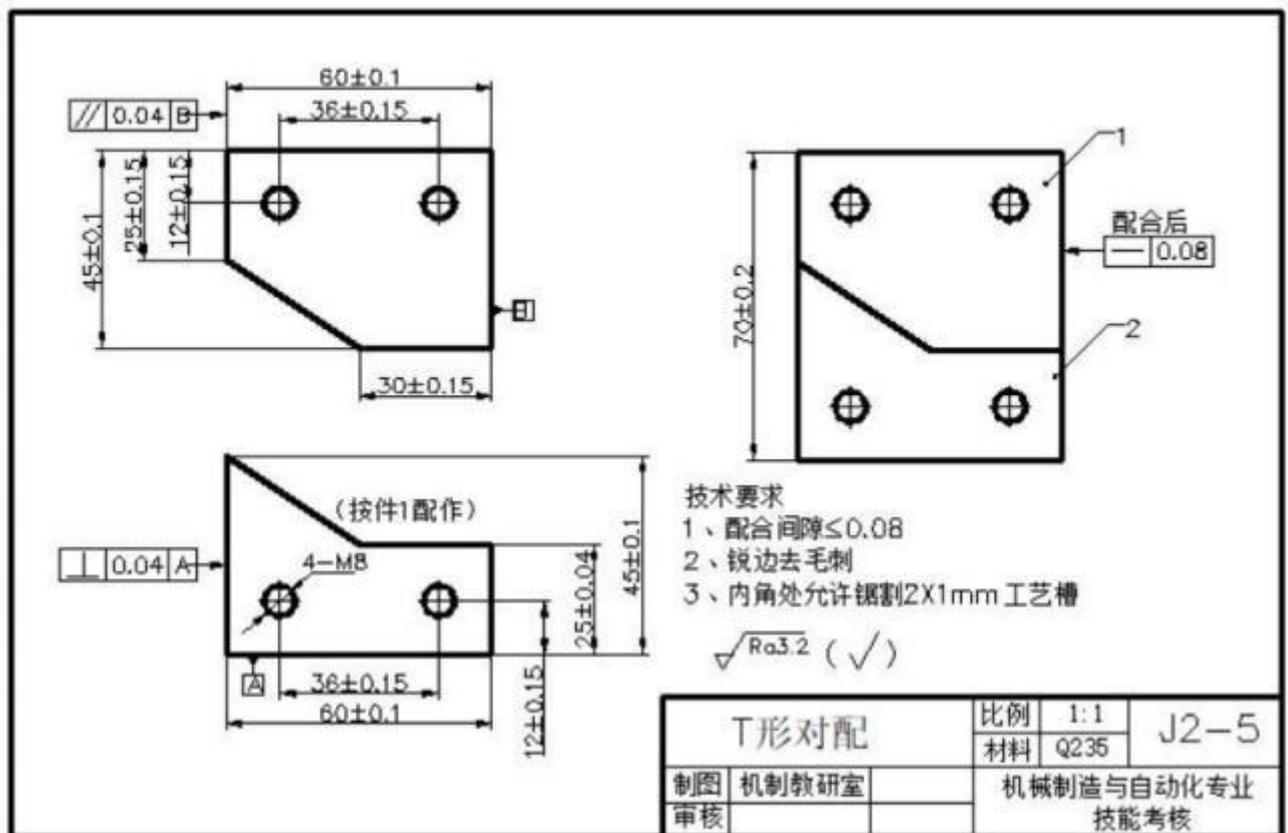

图 J2-5-1 T 型对配
- 3) 根据零件图 J2-5-1 的要求完成凸、凹零件的加工与配锉加工。去毛刺，倒棱角 C0.3, 配合面不允许倒角，不准使用专用工、夹具加工和抛光；